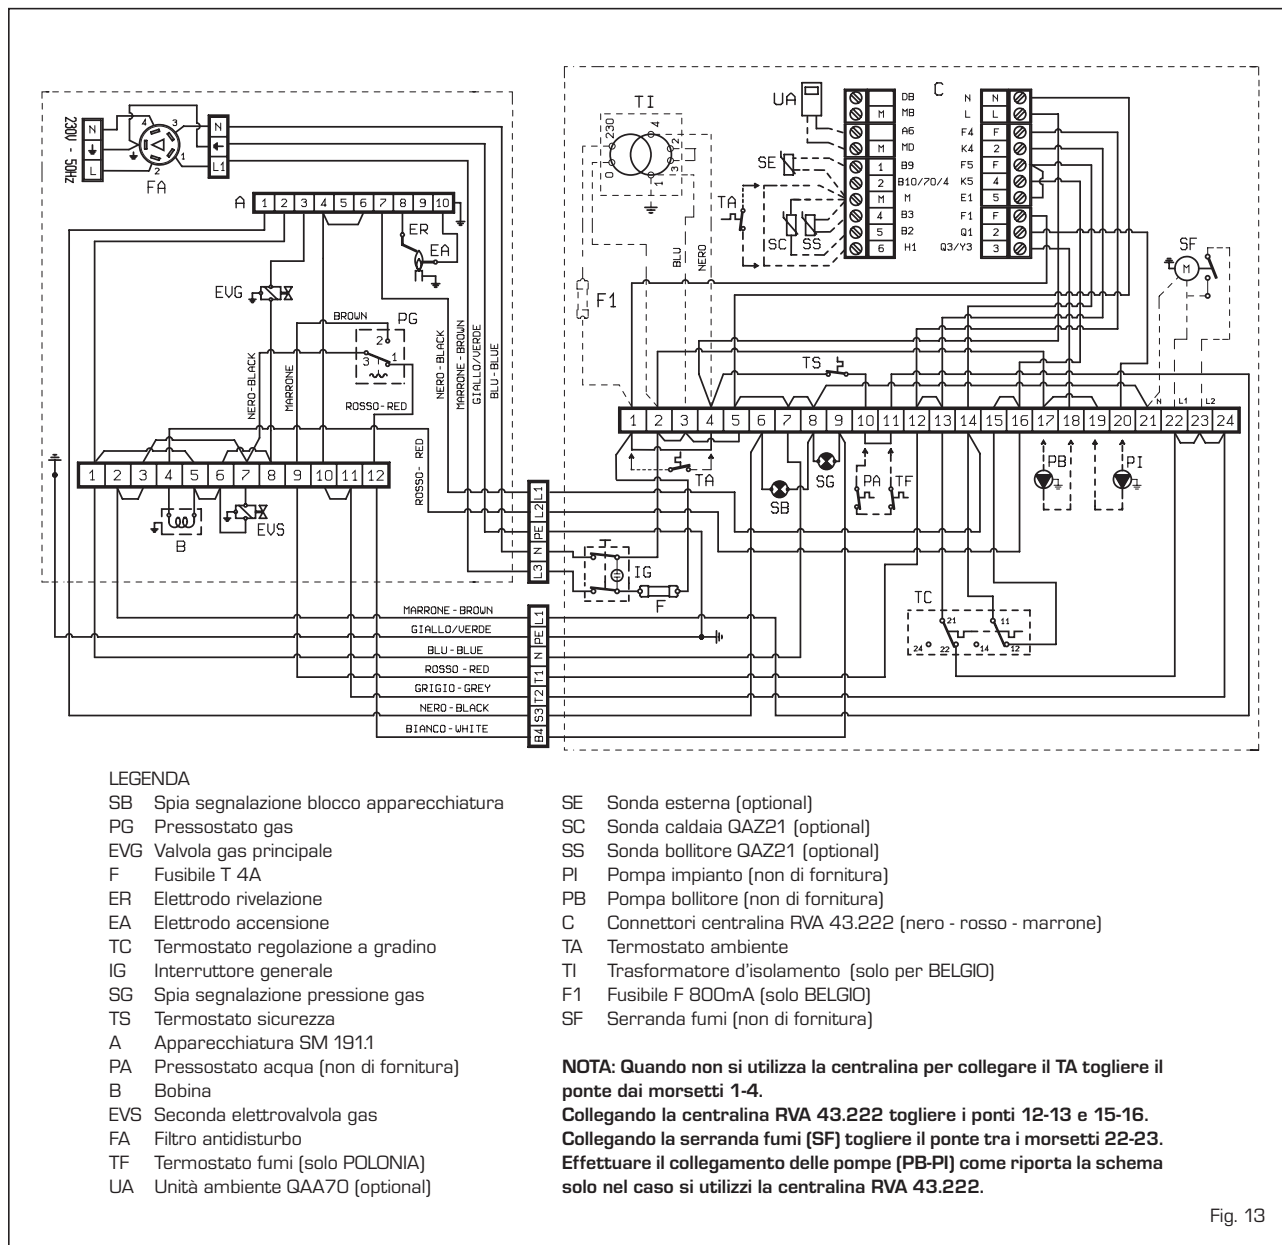

Fig. 13
L'alimentazione elettrica deve essere portata ai morsetti L e N del quadro rispettando scrupolosamente le posizioni di fase e neutro come previsto dallo schema. Caso contrario, il circuito di rilevazione fiamma resta inattivo per cui l'apparecchiatura va in blocco. L'alimentazione deve essere effettuata con tensione monofase 230V-50Hz attraverso un interruttore generale protetto da fusibili con distanza tra i contatti di almeno 3 mm (fig. 13).
sonde e dell'unità ambiente (i connettori si trovano in un sacchetto all'interno del quadro comandi). Il bulbo della sonda dell'eventuale bollitore esterno (SS), optional cod. 6277110, deve essere inserito nella guaina del bollitore e quello della sonda caldaia (SC) nella guaina di caldaia. Per il montaggio della sonda temperatura esterna (SE) seguire le istruzioni riportate nell'imballaggio della sonda stessa. Per effettuare i collegamenti elettrici fare riferimento allo schema di fig. 13.
I connettori sono polarizzati cosicché non è possibile invertirne l'ordine. Per installare la centralina è necessario collegare tali connettori e rimuovere dalla morsetti i ponti 12 - 13 e 15 - 16 (fig. 13). La centralina consente inoltre l'utilizzo di sonde e unità ambiente i cui connettori, polarizzati e colorati, si trovano in un sacchetto posto all'interno del pannello comandi.